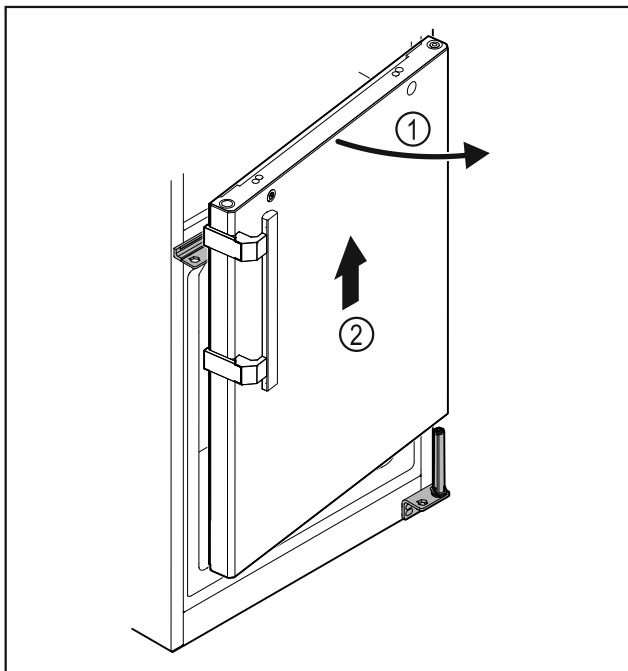

Fig. 33
- ▶ Abrir ligeramente la puerta Fig. 33 (1), levantarla aproximadamente 200 mm hacia arriba y retirar Fig. 33 (2).